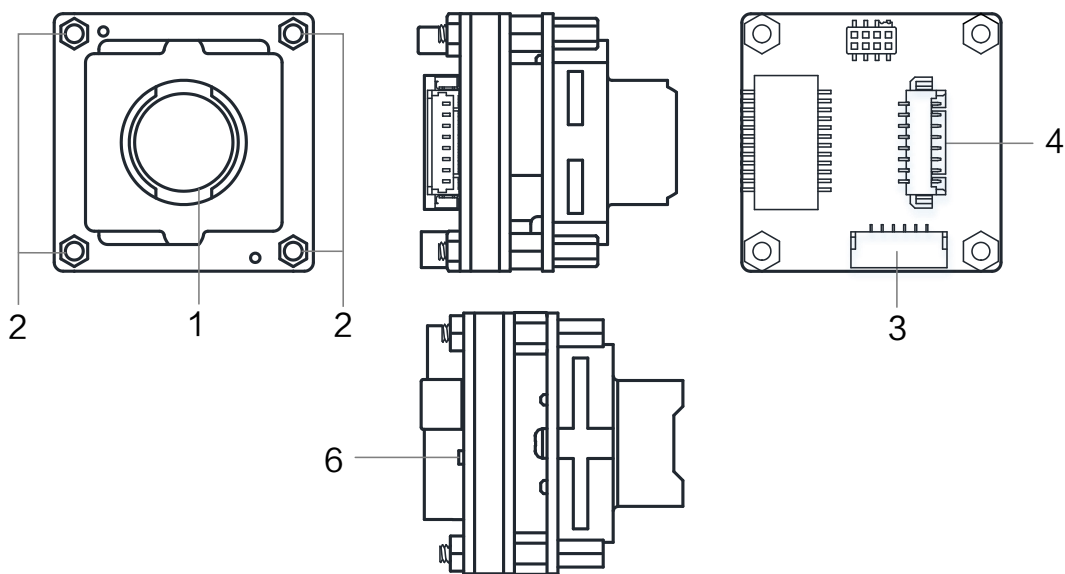

图1-5 M12 口镜头座，WTB 网口相机外观
- 图 1-5 为 M12 口镜头座，WTB 网口结构的相机外观。